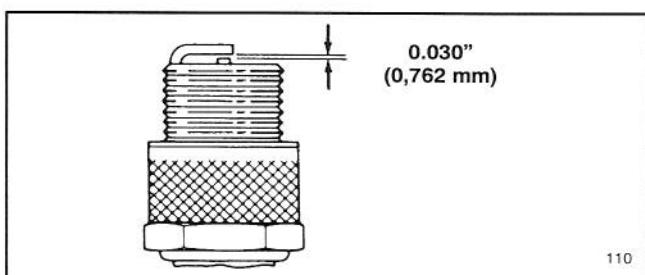

Abbildung 12
- Den Abstand zwischen mittiger und Seitenelektrode auf 0,762 mm einstellen (Abb. 12). Die korrekt eingestellte Zündkerze mit einer Dichtung einsetzen und auf ein Moment von 20,4 N.m anziehen. Wenn kein Drehmomentschlüssel verwendet wird, die Zündkerze fest anziehen.